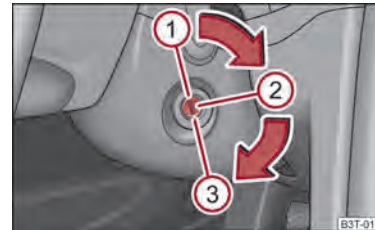

Abb. 115 Zündschlossstellungen
- Den Motor schalten Sie durch Drehen des Zündschlüssels in Stellung ① aus → Abb. 115.